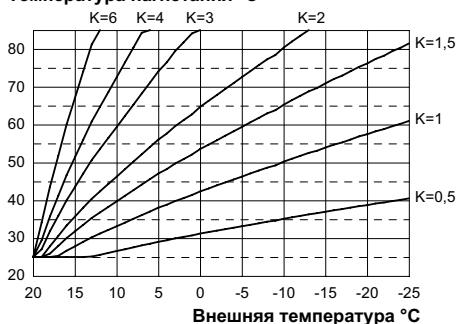
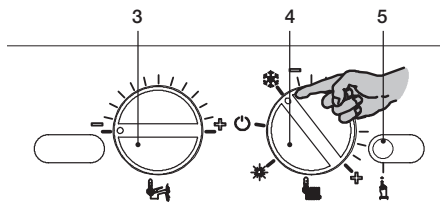
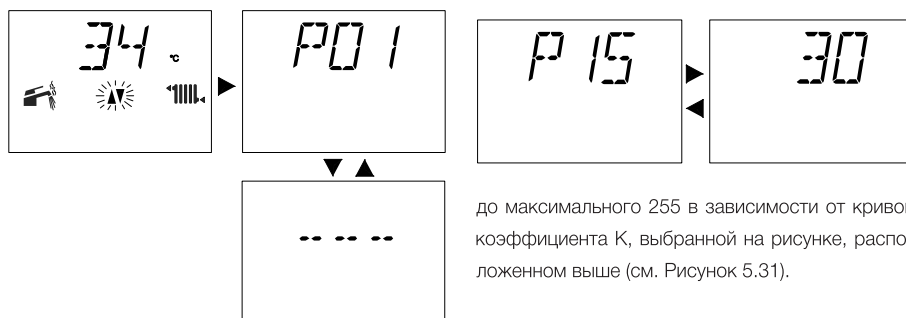
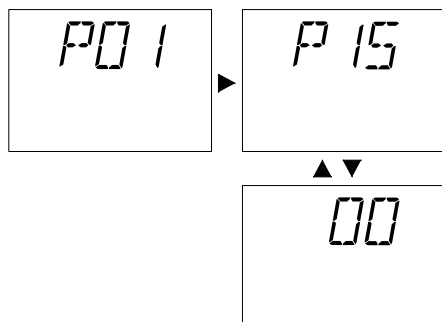

Рисунок 5.26
Рисунок 5.27
Рисунок 5.29
Рисунок 5.30
При подключении внешнего датчика с целью оптимизации температуры отопления данный параметр необходимо настроить с учетом производительности системы (Рисунок 5.26).
необходимо установить коэффициент К на 1,5 (пунктирная линия, см. Рисунок 5.26).
- Установите регуляторы 3 и 4 так, как показано на следующем рисунке (см. Рисунок 5.27).
- Чтобы настроить коэффициент К (см. Рисунок 5.26), войдите в режим программирования, нажав и удерживая в течение 15 с кнопку сброса 5 (Рисунок 5.27), пока на ЖК-дисплее не появится параметр P01. На ЖК-дисплее последовательно отобразятся следующие символы (параметр P01 будет загораться поочередно. Рис. 5.29
- Нажмите кнопку сброса 5 (Рисунок 5.27) и пролистайте параметры, пока не дойдете до параметра P15, предназначенного для настройки коэффициента K. На ЖК- дисплее последовательно отобразятся следующие символы (параметр P15 будет загораться поочередно с 00), см. рис. 5.30